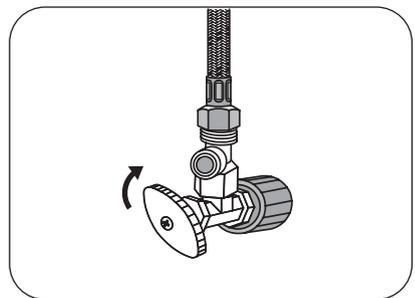

Fig. 14
5. Mantener cerrada la válvula angular. (Ver Fig. 14).